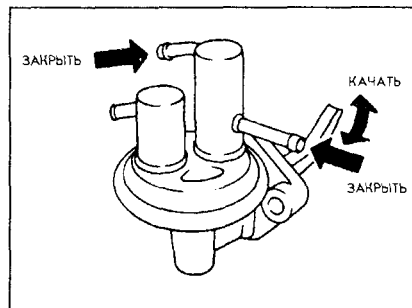

Рис. 3-69.
4. Закройте выпускной и возвратный порты и еще раз нажмите на рычаг (рис. 3-69). Когда давление воздуха возрастет, убедитесь, что оно не падает в течение двух-трех секунд.